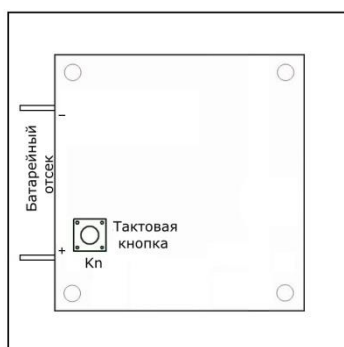

Рисунок 6.1. Плата радиокнопки MP-411Q3
2. Снять крышку и установить в батарейный отсек батарею питания типа 23А (рис.6.1).